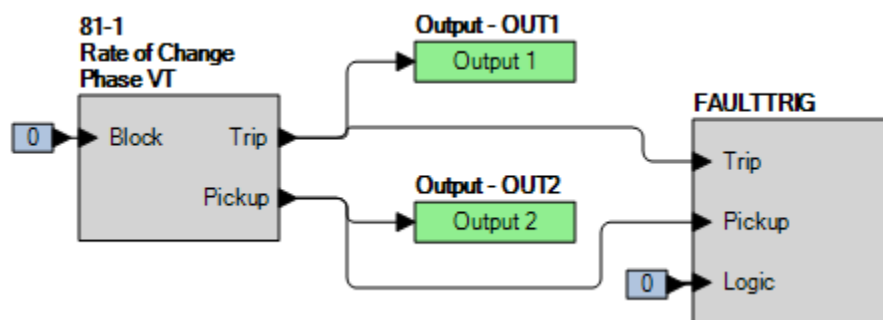

Figura 61-3. Ajustes de BESTlogicPlus (Frecuencia de ROC)
Paso 2: Utilice BESTCOMSPPlus para configurar la Lógica programable de BESTlogicPlus, como se muestra en la Figura 61-3.
Paso 3: Prepárese para monitorear la operación de la función 81-1. El funcionamiento se puede verificar monitoreando OUT2 (consulte la Figura 61-3).